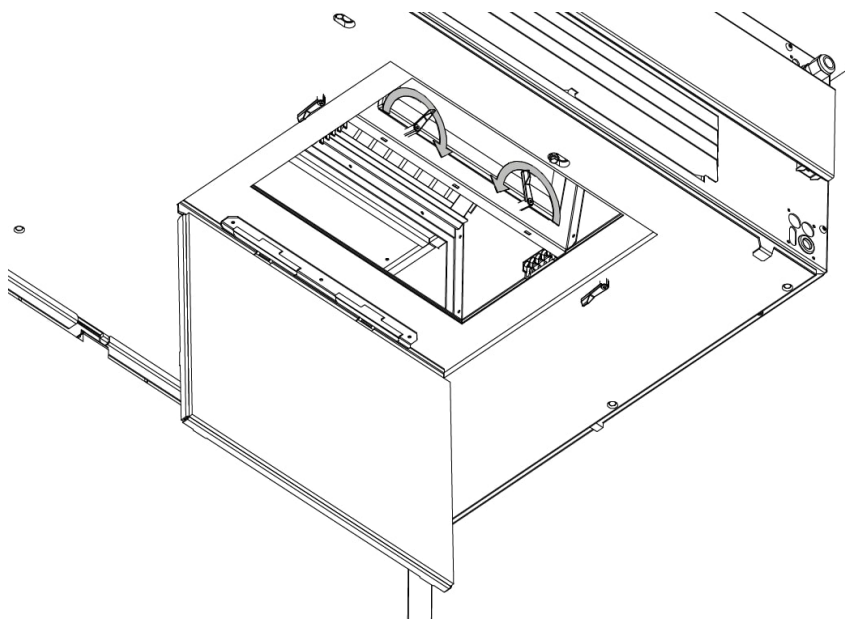

Figur 8: Åpne bunnplaten
1. Åpne bunnplaten på høyre side av anlegget. Bruk nøkkelen til bunnplaten som er inkludert i leveransen. Se Figur 8 nedenfor.